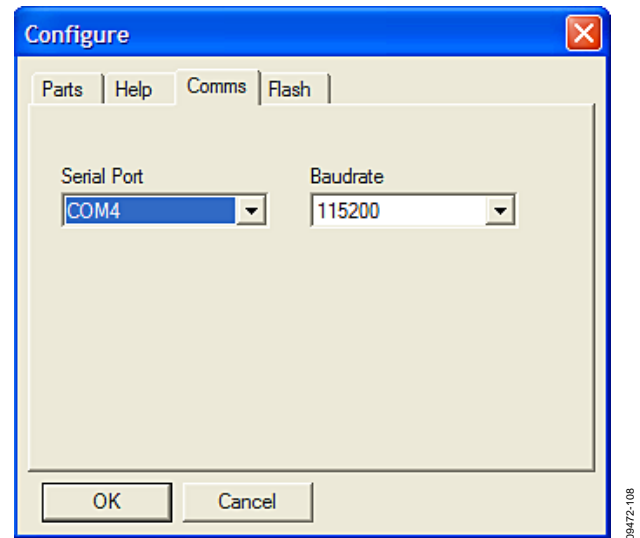

図 9. ダウンローダ用の COM ポートの選択
4. **Configure** をクリックして図 9 のボックスを表示します。
COM ポートは“COM ポートの確認”で確認したポートを選択して下さい。COM ポートは **Comms** タブの **Serial Port** ボックスから選択・変更することができます (図 9 を参照)。